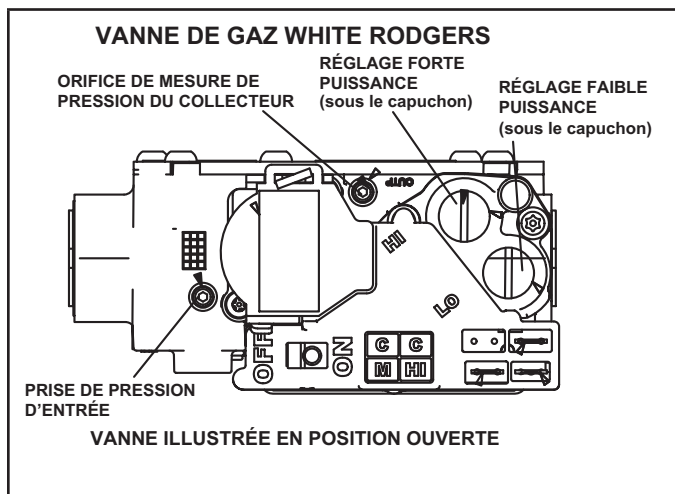

Figure 62
Fonctionnement de la vanne de gaz (Figure 62)
- 6 - Mettez l'interrupteur de la vanne de gaz sur « OFF ». Reportez-vous à la figure 62.
- 8 - Mettez l'interrupteur de la vanne de gaz sur « ON ». Reportez-vous à la Figure 62.
Une connexion située sur la vanne de gaz permet d'accéder à la pression d'alimentation. Reportez-vous à la Figure 62. Dévissez la vis à tête hexagonale de 3/32 d'un tour, branchez un tube de 5/16 po et branchez un manomètre pour mesurer la pression d'alimentation. Reportez-vous au TABLEAU 21 pour la pression de la conduite d'alimentation.
Une connexion située sur la vanne de gaz permet d'accéder à la pression du collecteur. Reportez-vous à la Figure 62. Dévissez la vis à tête hexagonale de 3/32 d'un tour, branchez un tube de 5/16 po et branchez un manomètre pour mesurer la pression du collecteur.
- 5 - Au besoin, faites les ajustements nécessaires. La Figure 62 indique l'emplacement des vis de réglage des puissances mini et maxi.